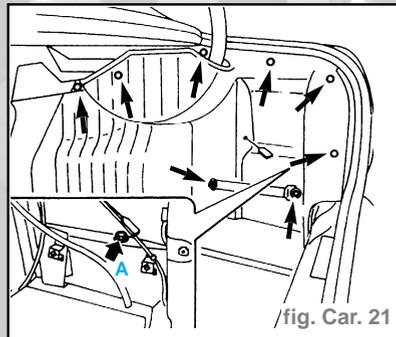

fig. Car. 21
- Dévisser la vis (A) de fixation du pare-chocs à la coque (fig. Car. 21).